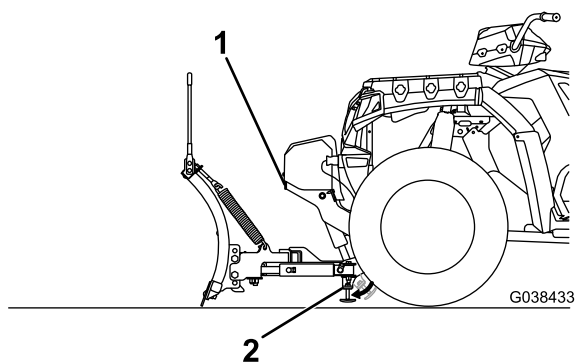

Figure 20
- Tirez la poignée de la béquille vers l'extérieur et abaissez la béquille (Figure 20).